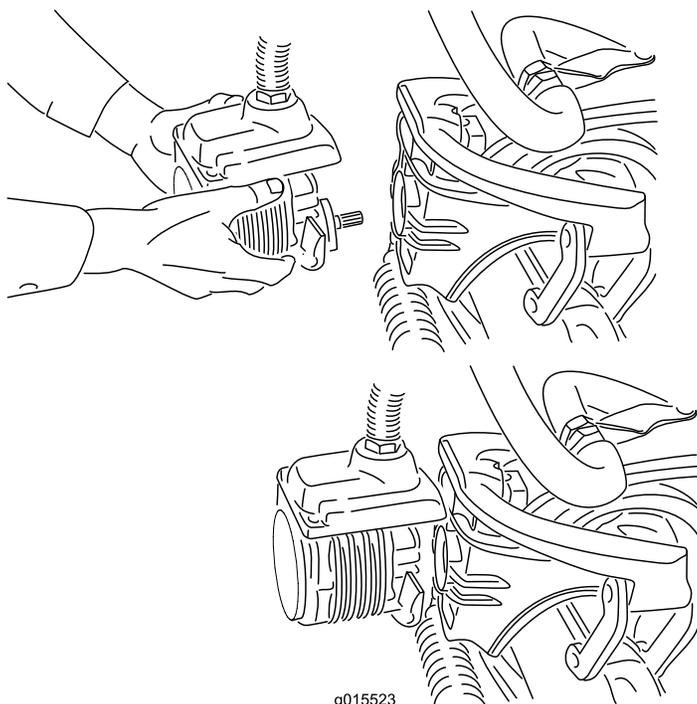

Bild 40
- Legen Sie den Motor am Aufbewahrungsort vorne am Aufhängearm ab (Bild 40).